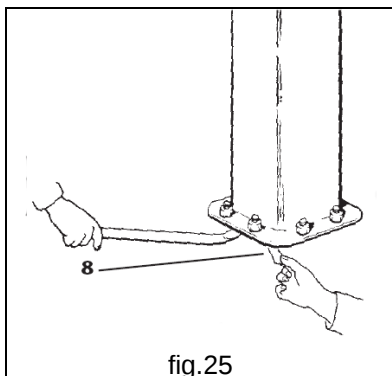

fig.25
- d. La verticalidad perfecta (con plomada) se obtiene, si es necesario, insertando las riostras específicas **8** (no incluidas en el suministro), en correspondencia con los tirafondos, debajo de la placa de base (fig.25).
- d. La verticalidad perfecta (con plomada) se obtiene, si es necesario, insertando las riostras específicas **4** (no incluidas en el suministro), debajo de los soportes delanteros **5** (fig.25).